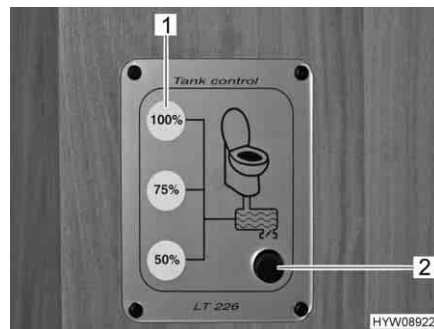

Fig. 172 Pannello di controllo per serbatoio fecale aggiuntivo
- Premere e tenere premuto il tasto (Fig. 172,2) per la pompa.
- Quando l'indicatore di livello (Fig. 172,1) del serbatoio fecale aggiuntivo visualizza 100 %, rilasciare il tasto. Significa che il serbatoio fecale aggiuntivo è pieno.